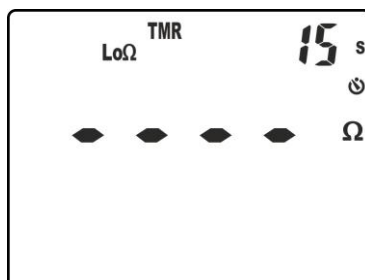

Fig. 30: Configuración tiempo de medida en modo TMR
5. Pulse las teclas **▼/☼** o **▲/ZERO** para configurar el tiempo de medida (Timer) en el rango: **1s ÷ 30s**. Note el valor en la parte superior derecha del visualizador (ver la Fig. 30)